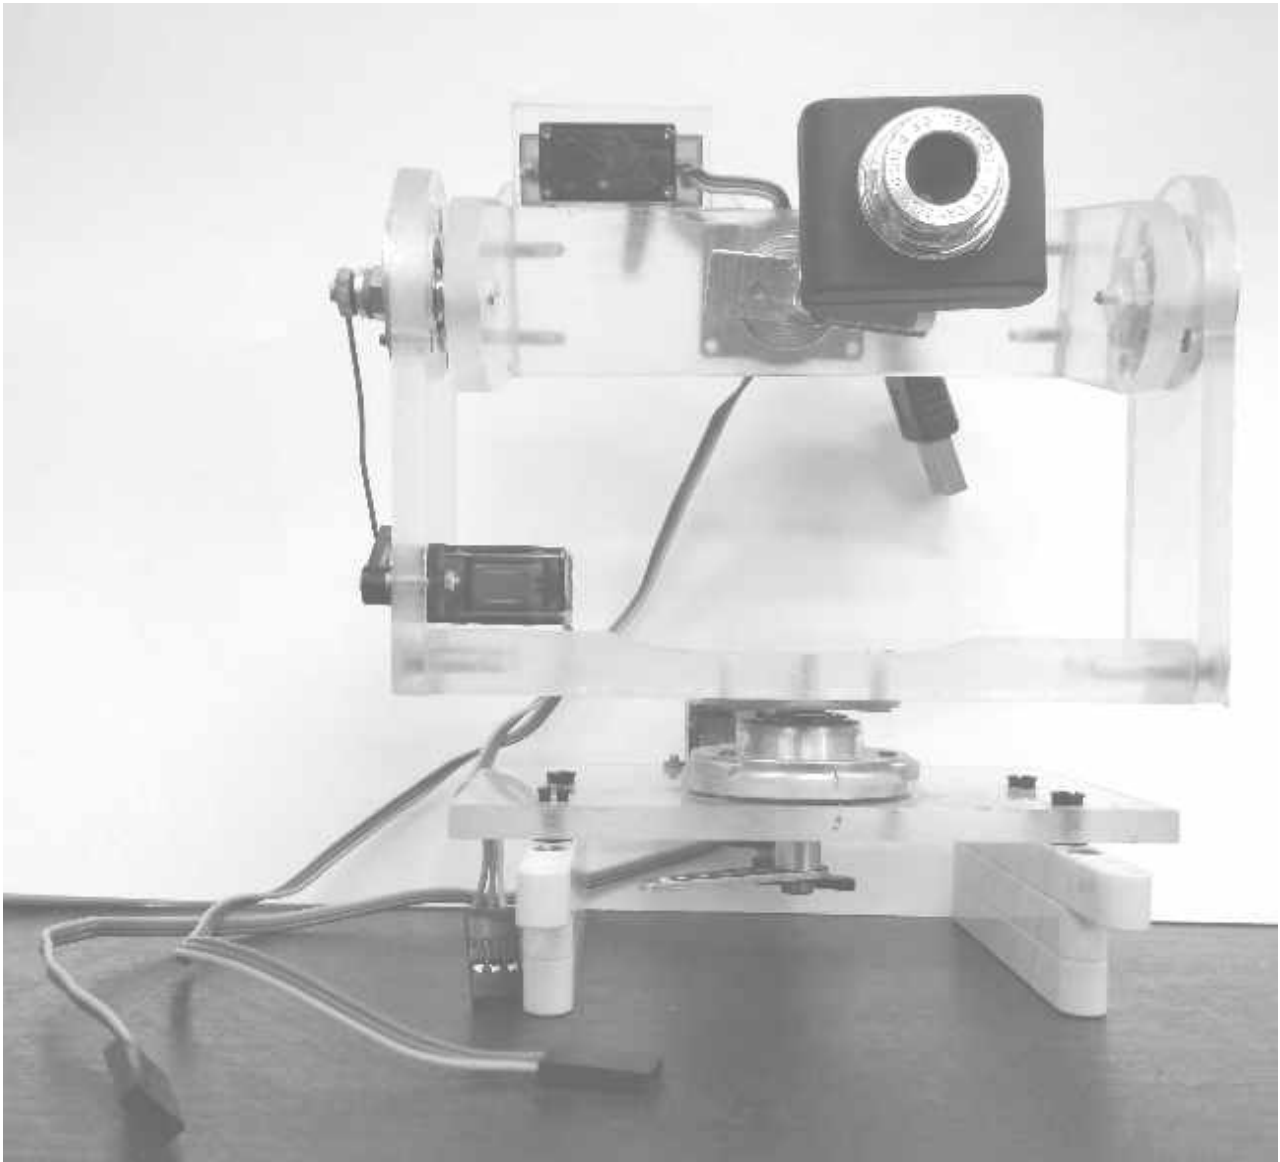

Рис. 5.2
- підвіс для камери і три сервоприводи EMAX з металевим редуктором (рис. 5.2);